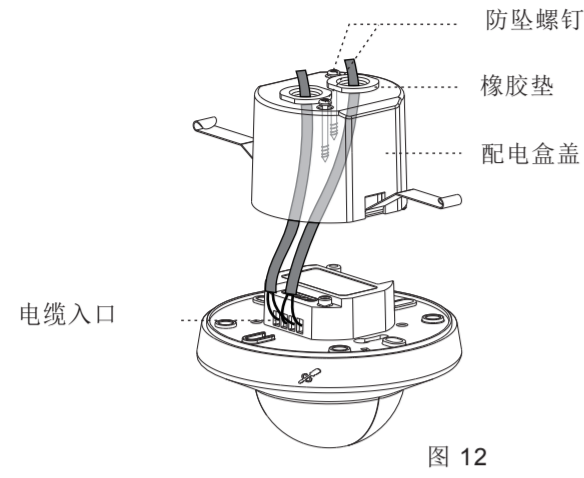

图 12
3.4.2.2 用螺丝刀戳破配电箱盖上的橡胶垫，然后插入电缆（见图 12）。